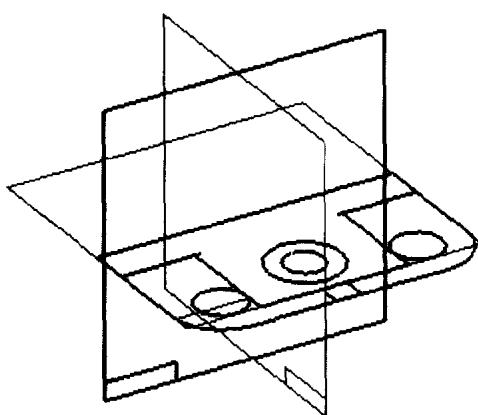

图 1-28
8. 在特征工具条中选择绘制草图命令 [ ]，在动态工具条中，选择重合参考面 [ ]，再选择 3 个基本参考面中的 x-z 参考面（如图 1-28 所示）。